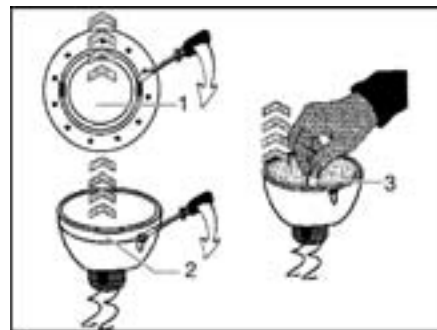

Bild 178 Halogenglühlampe wechseln
- Inneren Abdeckring (Bild 178,1) mit einem Schraubendreher vom Gehäuse lösen.
- Abdeckring mit der Glasscheibe (Bild 178,2) vom unteren Teil der Halogeneinbauleuchte mit einem Schraubendreher lösen.
- Halogenglühlampe (Bild 178,3) entfernen.